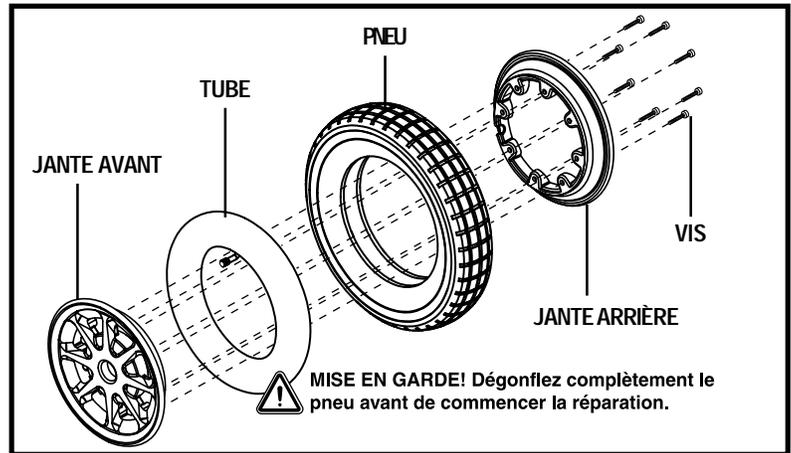

Figure 32. Roue motrice démontée
6. Retirez les vis qui retiennent les deux jantes ensemble. Voir la figure 32.